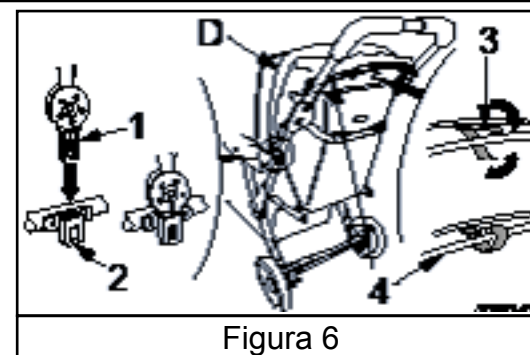

Figura 6
Allineare la scheda Primavera (1) di Capottina posteriore Assembly (D) in Capottina fermo (2). Assembla scatta in posizione con un clic. Sicuro il gancio e le cinghie (3) intorno l'arco Capottina. Vedere la Figura 6.